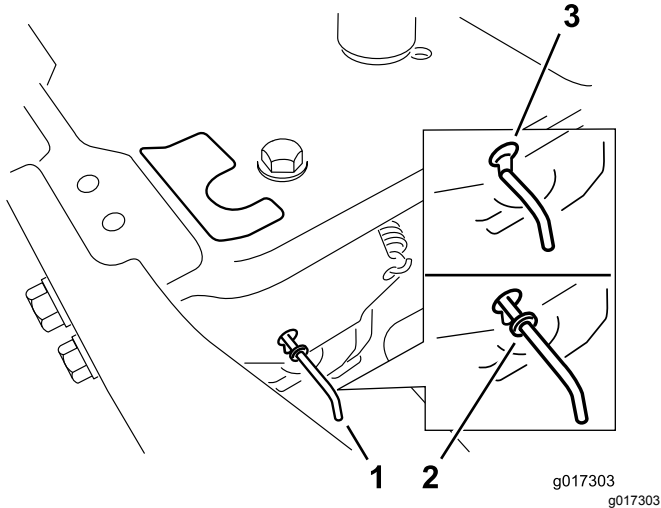

Bild 34
- Schieben Sie die Bypasshebel nach vorne durch das Schlüsselloch und nach unten, um sie zu arretieren (Bild 34).
Schieben Sie die Bypasshebel nach hinten durch das Schlüsselloch und nach unten, um sie zu arretieren, wie in Bild 34 abgebildet.